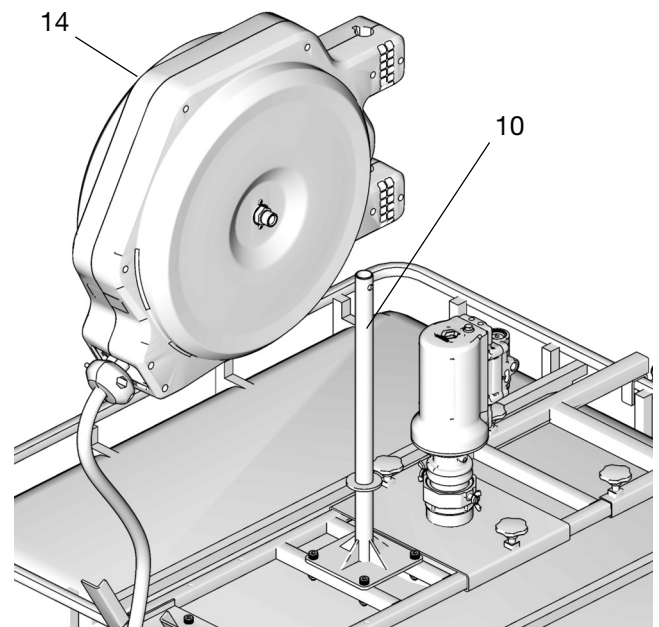

ABB. 17
3. Den Schlauchaufroller (14) an der Aufrollerhalterung (10) anbringen (ABB. 17).